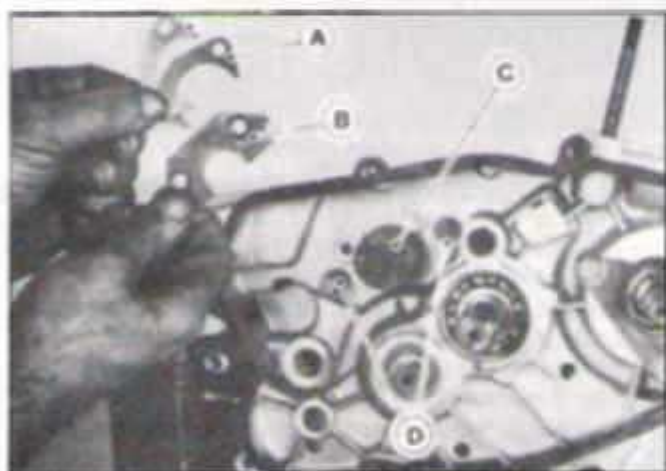

FIG. M21 - A. CALÇOS
- a. Retirar o anel elástico que fixa a alavanca posicionadora do ponto morto e o conjunto posicionador eixo do trambulador aos eixos-garfos e retirá-las. Figura M21.